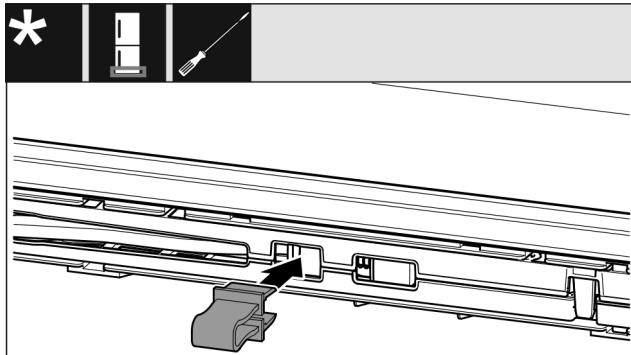

Fig. 12
- Sicherung in Öffnung einrasten Fig. 12 0.